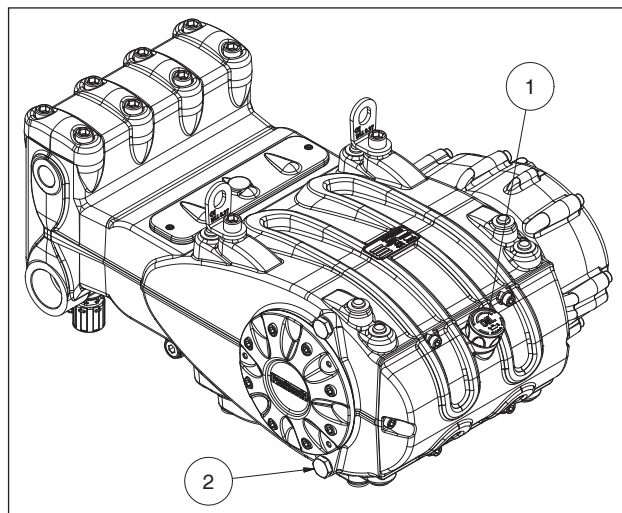

Fig. 3
Überprüfen Sie den Ölstand über den Verschluss mit Ölmesstab und min. sowie max. Markierungen ①, Fig. 3. Füllen Sie bei Bedarf auf.
Für den Ölwechsel soll die Pumpe dagegen auf Betriebstemperatur sein. Entfernen Sie dazu den Verschluss Pos. ②, Fig. 3.
Führen Sie einen Temperaturfühler in den Ölablassverschluss Pos. ② Fig. 3 ein. Siehe Anleitung „ATEX-EXPLOSIONSSCHUTZ“.